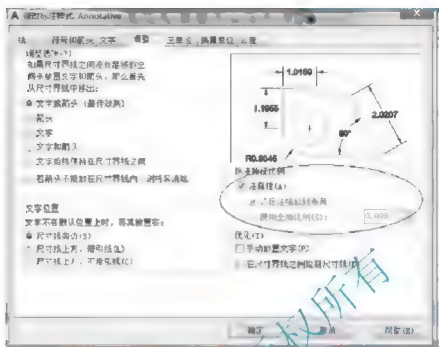

图 5.74 设置【Annotative】标注样式的【调整】选项卡
② 其中【线】、【符号和箭头】、【文字】和【主单位】选项卡的设定与第 3 章保持一致。
③ 【调整】选项卡内勾选【注释性】复选框,如图 5.74 所示。此时【使用全局比例】变为灰色,不能使用。
④ 如果勾选【注释性】复选框,【线】、【符号和箭头】、【文字】和【主单位】选项卡内的设定均为出图后的尺寸标注的设定。